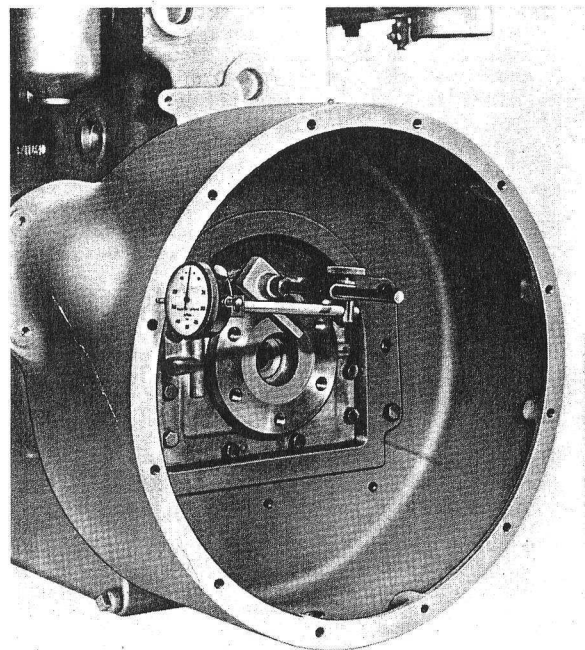

Fig. W4 — Vérification du parallélisme du plan de joint de la bride du carter-volant.
5. Le socle du comparateur restant monté dans la même position, amener la touche du comparateur perpendiculairement à la face verticale de la bride ou carter volant (fig. W4).